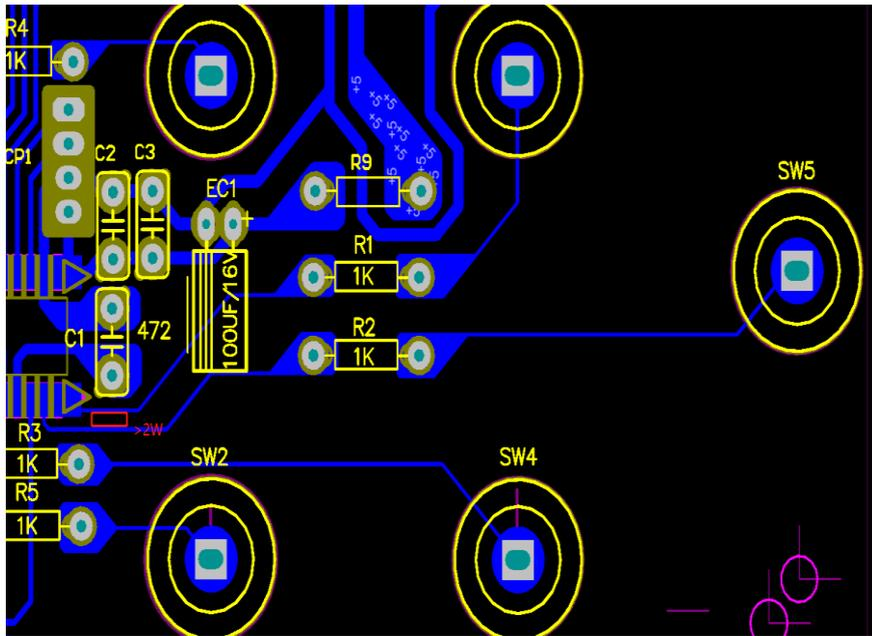

图 21
- 3) 不同 TK 通道的走线彼此间的距离尽可能的保证在两倍线宽以上,如下图 21 所示: